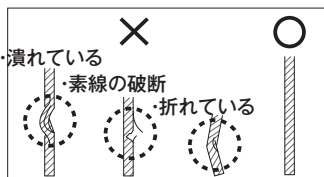

図4
- ・ ワイヤーには折れ・素線の切断・潰れなど異常がないことをご確認の上ご使用ください（図4）。異常があった場合は使用を中止し、新しいワイヤーにお取り替えください。